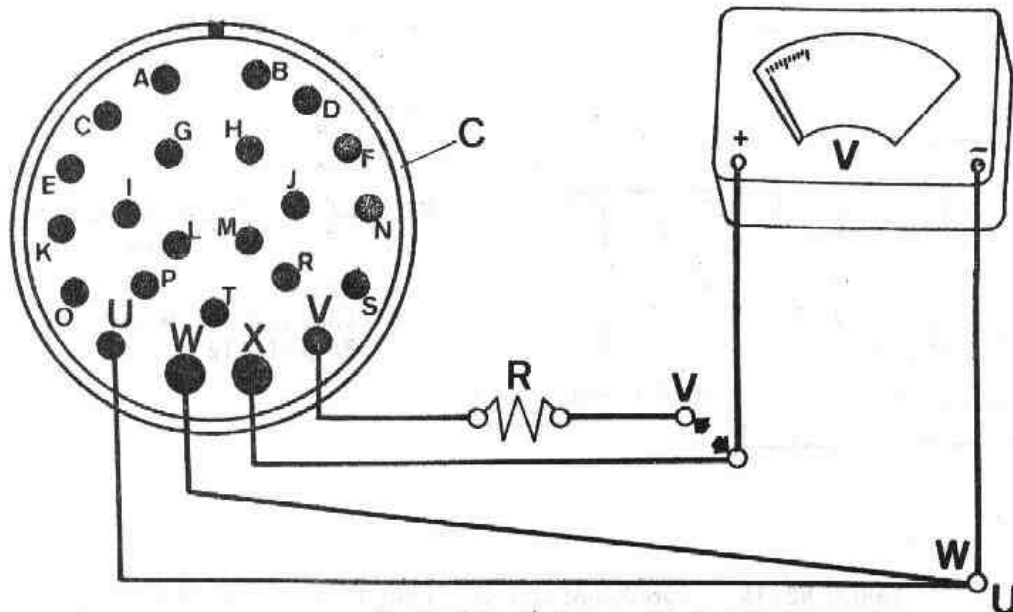

Fig. N2-50 Prueba de carga del alternador
- 3.2. Preparar cuatro cables con terminales adecuados y conectarlos a los terminales "U", "W", "X" y "V" del conector, C (Fig. N2-50), desmontados en la operación anterior.
- 3.3. Conectar entre sí los cables conexionados a los terminales "U" y "W" y fijarlos al terminal negativo de un voltímetro, V (Fig. N2-50).
- 3.5. Intercalar un resistor de 3 á 5 ohmios, 10 watos en el cable conectado al terminal "V" del conector, C (Fig. N2-50) con objeto de reducir la caída de tensión al excitar entre sí los cables de los terminales "V" y "X".
- 3.6. Poner en funcionamiento el motor a un régimen de 600 r.p.m. ( 1.200 r.p.m. del alternador) y a continuación excitar intermitentemente el cable del terminal "V" sobre el cable del terminal "X" conectado al voltímetro, V (Fig. N2-50). Una vez excitado convenientemente el alternador, el voltímetro deberá marcar una tensión de corriente incontrolada, por lo que se debe tener la precaución de no sobrepasar la escala de medida del voltímetro. Si la prueba nos indica que el alternador carga, el fallo se encuentra en la caja del regulador.